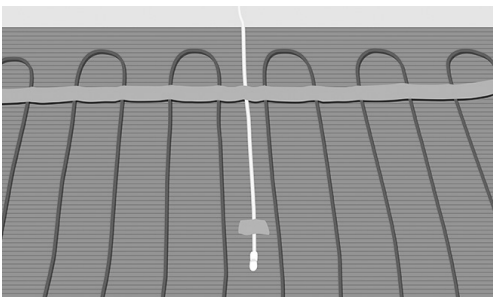

Fig. 13. Placera röret/givaren mellan två kablar
11. Installera ett tomt rör för golvsensorn. Se till att änden på det tomma röret ligger på samma nivå som värmekabeln och mellan två slingor, ca 50 cm från väggen. Försegla det tomma rörets ände. (Fig. 13).